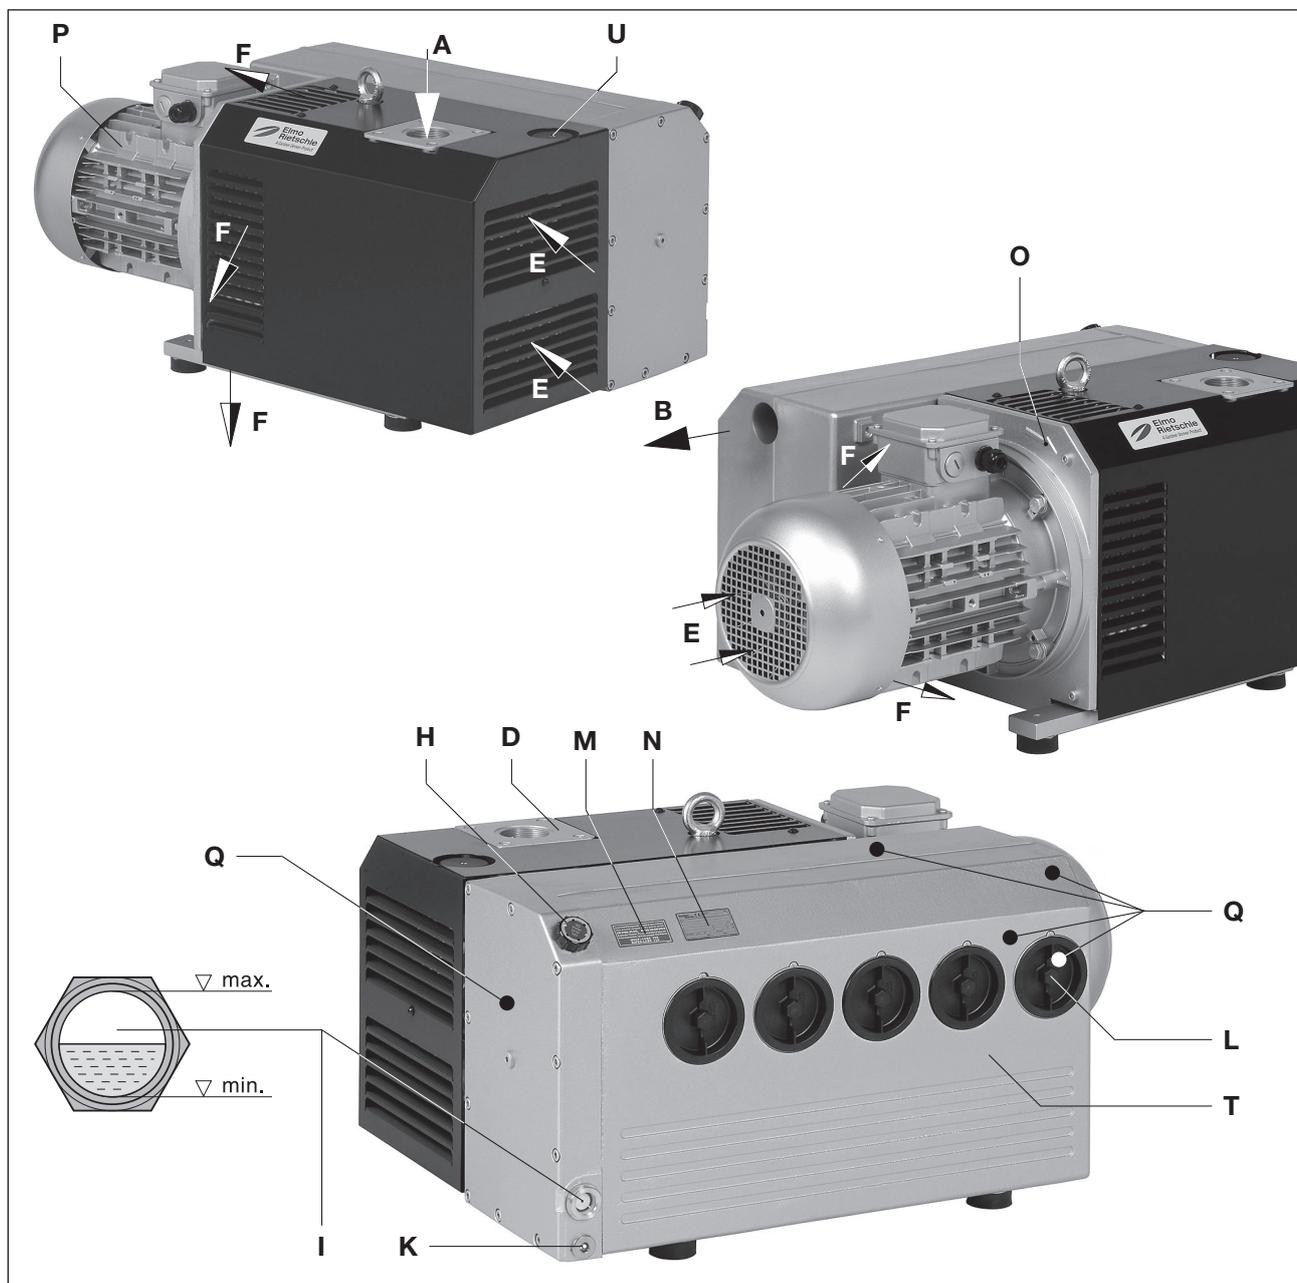

Fig. 2 Bomba de vacío V-VC 202 / V-VC 303
Una válvula antirretorno incorporada separa la bomba del proceso cuando se decide pararla. En caso de tiempos de parada de más de dos minutos, la tubería conectada debería ser puesta a presión atmosférica. Una válvula para gas estabilizador (fig. 2/U) de serie impide cualquier condensación de una pequeña cantidad de vapor de agua en el interior de la bomba caliente. Para la acumulación de vapor de agua se puede prever una dotación de la bomba con una capacidad de estabilización de gas superior (opcional).
La brida de aspiración (fig. 2/D), la boca de llenado de aceite (fig. 2/H), la mirilla de aceite (fig. 2/I), el drenaje de aceite (fig. 2/K), la válvula para gas estabilizador (fig. 2/U) y la carcasa del separador de aceite (fig. 2/T) deben estar fácilmente accesibles.
Las entradas de aire refrigerante (fig. 2/E) y las salidas de aire refrigerante (fig. 2/F) deben tener una distancia de al menos 30 cm de las paredes. El aire de refrigeración saliente no debe volver a aspirarse. Para los trabajos de mantenimiento prever al menos 50 cm de distancia alrededor de la máquina.
¡El cierre o estrechamiento del orificio del aire de salida (fig. 2/B) puede producir lesiones graves o mortales!
La apertura de aire de escape (fig. 2/B) no debe ser cerrada ni obstruida.
- a) La toma de vacío (fig. 2/A) se encuentra en la brida de aspiración (fig. 2/D).
- b) El aire aspirado puede emitirse a la atmósfera a través de la salida de aire de escape (fig. 2/B) o evacuarse a través de una tubería o manguera.
- a) Cargar el aceite lubricante (para tipos adecuados véase el capítulo “Mantenimiento”) en la boca de llenado de aceite (fig. 2/H) hasta el borde superior de la mirilla (fig. 2/I).
- a) Los datos eléctricos del motor figuran en la placa de características (fig. 2/N) o en la placa del motor. Los motores se corresponden con EN 60034 y son de índice de protección IP 55 y clase de aislamiento F. El esquema de conexión correspondiente se encuentra en la caja de bornes del motor (no aplicable en versiones con conector para clavijas). Comparar los datos del motor con los datos de la red eléctrica existente (tipo de corriente, tensión, frecuencia de la red, intensidad admisible).
En estado caliente, las temperaturas de las superficies de las piezas (fig. 2/Q) pueden superar los 70 °C.